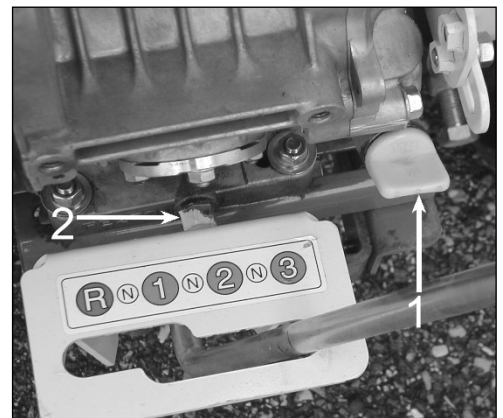

Figure 11
- Reportez-vous au manuel du moteur. Avec le moteur froid ou arrêté depuis au moins 10 minutes sur une surface plate et de niveau. Vérifiez le niveau avec le bouchon du filtre à huile (1, Figure 11). Dévissez le bouchon, l'essuyer et installer sans la visser. Vérifier le niveau qui doit être entre les deux marques. Retirer le bouchon de vidange d'huile (2, Figure 11) en cas de changement d'huile. SAE10W30 ou API SL classe. HR662/672/802 : 1.10L